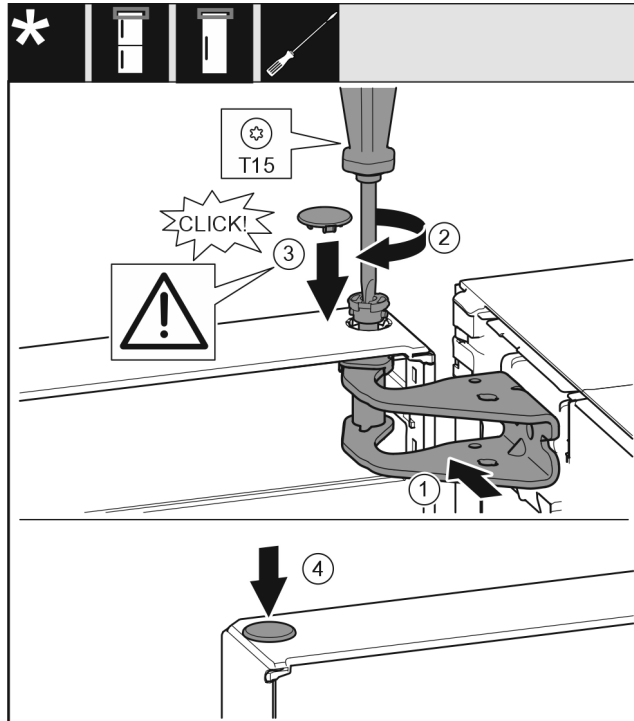

Fig. 23
- Tür oben zur Öffnung im Lagerbock ausrichten. Fig. 23 (1)
- Bolzen Fig. 23 (2) einsetzen und mit Schraubendreher festschrauben.
- Sicherungsabdeckung Fig. 23 (3) zur Sicherung der Tür montieren: Sicherungsabdeckung einsetzen und Kontrollieren ob sie auf der Tür aufliegt. Ansonsten Bolzen vollständig einsetzen.
► Stopfen Fig. 23 (4) einsetzen.